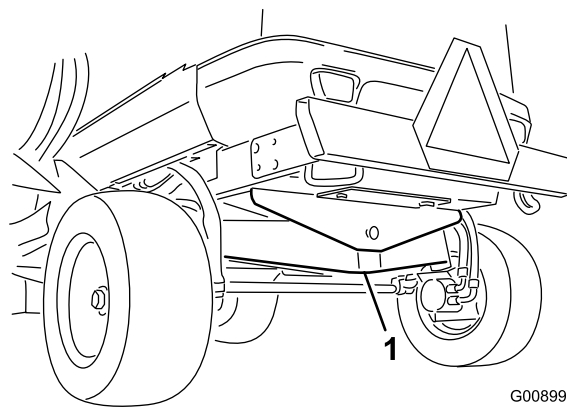

Bild 39
1. Hebestelle vorne (2)
- In der Mitte der Achse hinten an der Maschine (Bild 39).